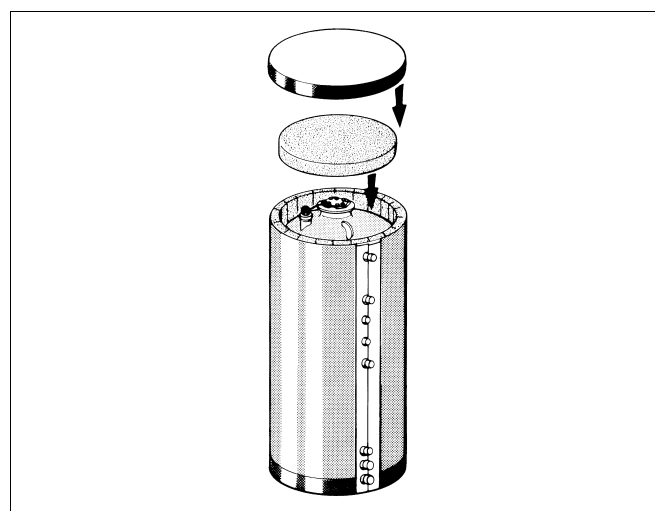

Рис. 12 Монтаж теплоизоляции
Перед замыканием теплоизоляционного мата нужно тщательно проложить датчики проводов по корпусу бака. Оптимальная температура для монтажа теплоизоляции составляет $+15^{\circ}\text{C}$. Лёгкое постукивание по теплоизоляции в направлении замков облегчает соединение обоих концов мата (рис. 12).
- ▶ Уложите на крышку люка верхний теплоизоляционный круг так, чтобы он соединялся с теплоизоляционным матом (рис. 12).
- ▶ Наденьте пластмассовую крышку бака на теплоизоляционный круг и край теплоизоляционного мата (рис. 12).
- ▶ Снимите крышку с бака (рис. 12).
- ▶ Снимите верхний теплоизоляционный круг (рис. 12).
- ▶ Наденьте крышку бака (рис. 12).